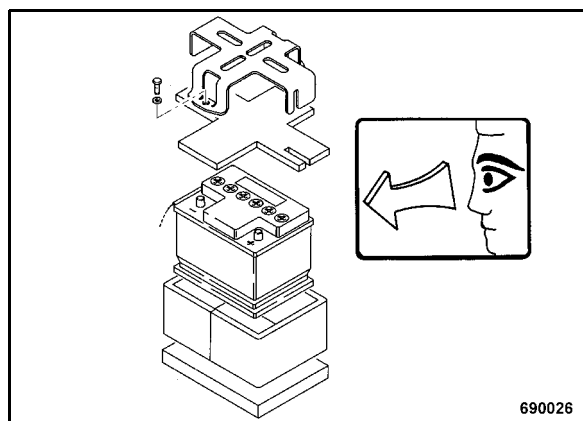

рис. 46
- Проверить состояние вибрационно-изоляционных матов; при необходимости, заменить (рис. 46).